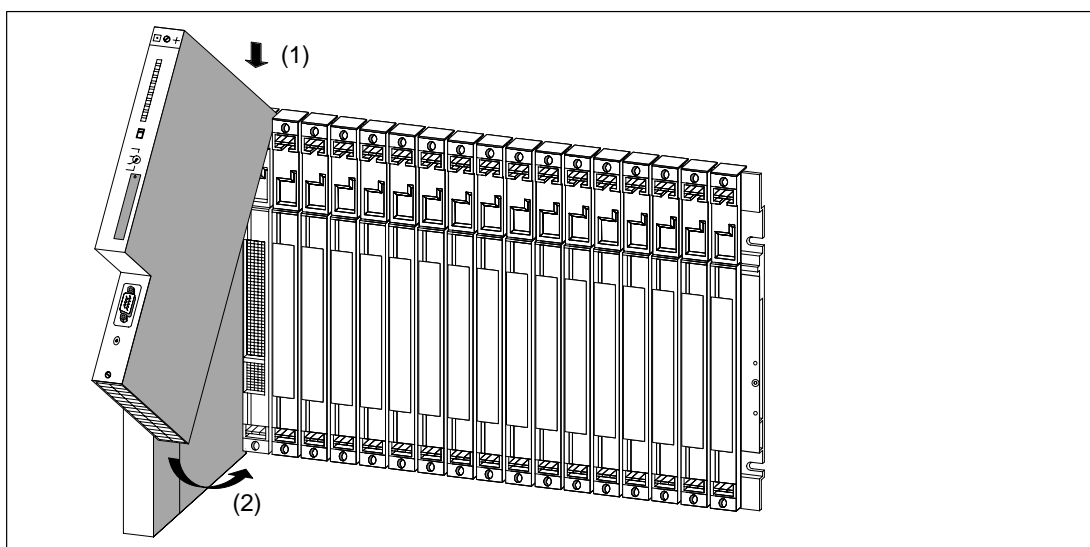

Figure 2-6 Accrochage des modules
4. Accrochez le haut du premier module dans le châssis, puis rabattez le bas contre le châssis (voir figure 2-6).